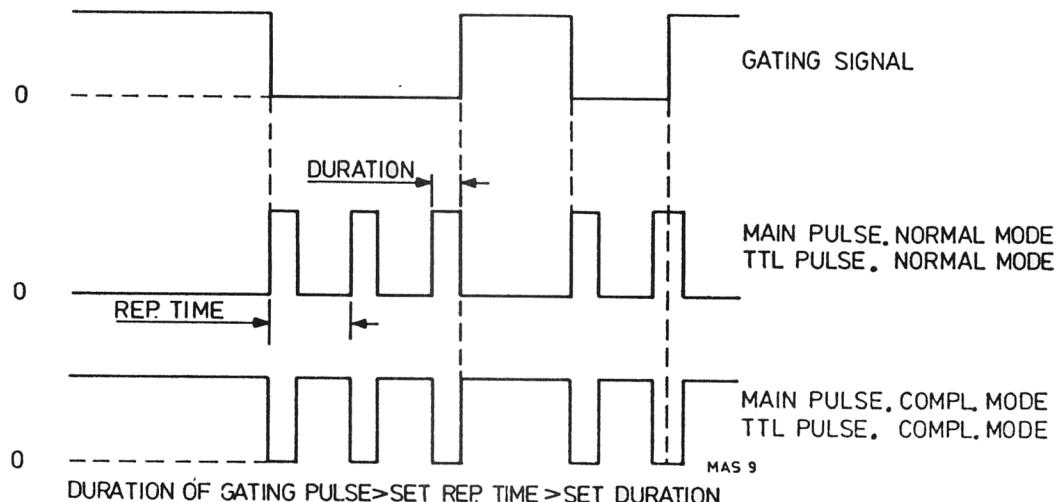

Fig. VI-6 : Impulsion de conditionnement PM 5705
- Choisir le rapport approprié entre le temps de répétition et la durée et les paramètres correspondants du signal de conditionnement. Se référer à la fig. VI-6.
- Comme il ressort de la fig. VI-6, un train d'impulsions est également disponible aux sorties TTL OUT.
- Enfoncer le commutateur SINGLE SHOT et remarquer que le générateur est hors service aussi long-temps que le commutateur est actionné. Se référer à la fig. VI-6.